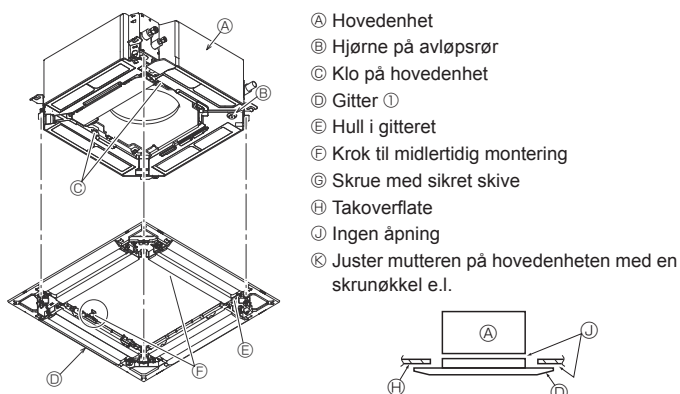

Fig. 9-6
9.4.2. Midlertidig montering av gitteret (Fig. 9-6)
- Fest gitteret på hovedenheten ved å stramme de forhåndsmonterte skruene. (Fig. 9-6)
- Sørg for at det ikke er noen åpninger mellom hovedenheten og gitteret eller mellom gitteret og takoverflaten. (Fig. 9-6)
- Etter at skruen strammes, bekrefter du at de to gitterkrokene (Fig. 9-6) er låst til krokene på hovedenheten.